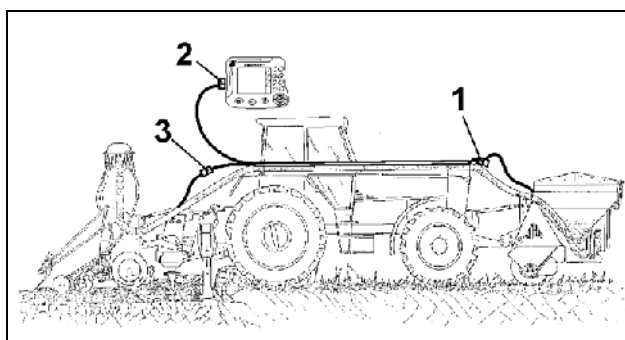
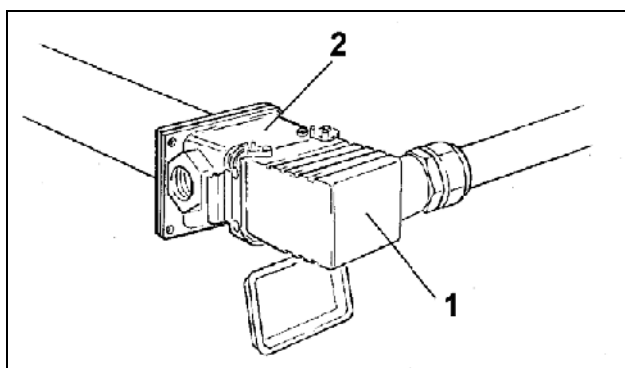
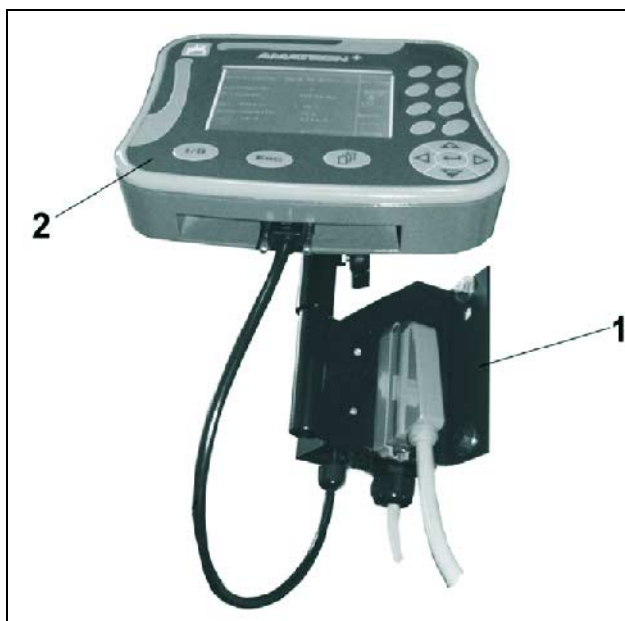

Fig. 45
Fig. 46
Fig. 47
Sammen med såslangerne trækkes og fastgøres det elektriske ledningsnet (Fig. 45) langs traktoren.
- Fronttankens kombistik tilsluttes ledningsnettet (Fig. 45/1, Fig. 46).
- Stikket på **såmaskinen** tilsluttes ledningsnettet (Fig. 45/3).
- Ledningsnettet tilkobles til maskinstikket på **AMATRON 3** (Fig. 45/3, Fig. 47).